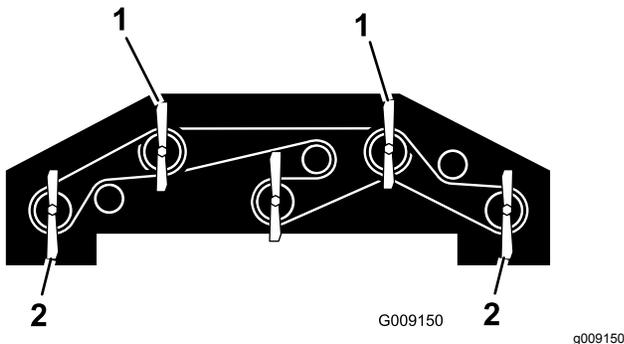

Bild 139
- Drehen Sie jedes so, dass es geradeaus weist (Bild 139).